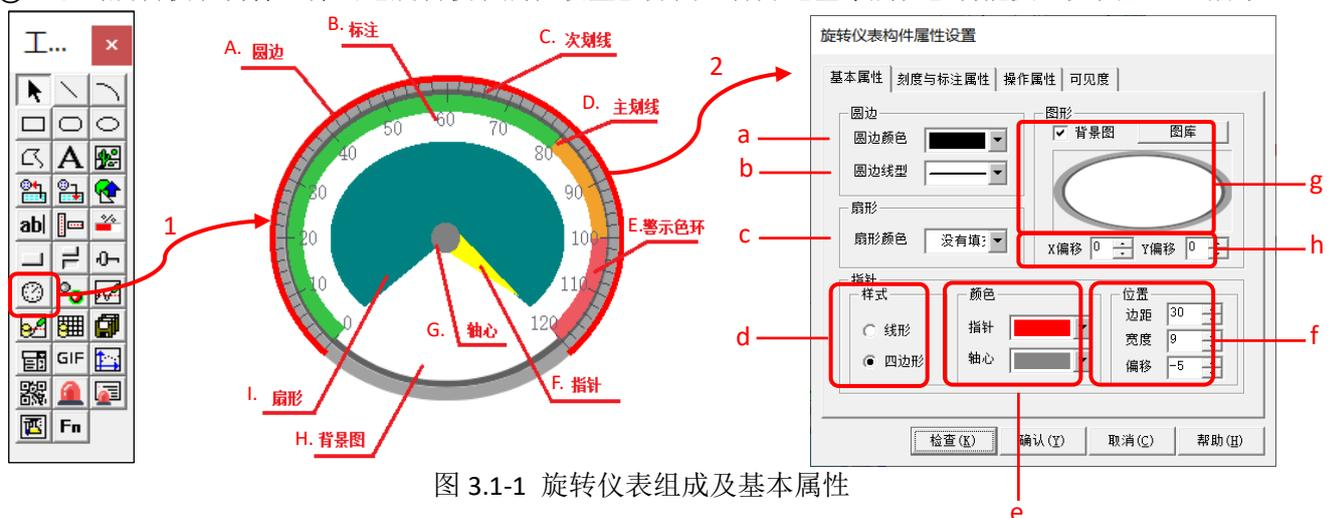

图 3.1-1 旋转仪表组成及基本属性
- ① 将一个旋转仪表构件拖拽到画面合适的位置和合适的大小（注意：图中的旋转仪表不是默认样式，是为了更好的区分仪表的不同区域，特地做了设置）。标准的旋转仪表构件本身由 A.圆边, B.标注, C.次划线, D.主划线, E.警示色环, F.指针, G.轴心, H.背景图, I.扇形等 9 部分组成，如图 3.1-1 所示。
- ② 双击旋转仪表构件，弹出【旋转仪表属性设置】界面，打开【基本属性】功能页，如图 3.1-1 所示。
基本属性功能页界面如图 3.1-1 所示。